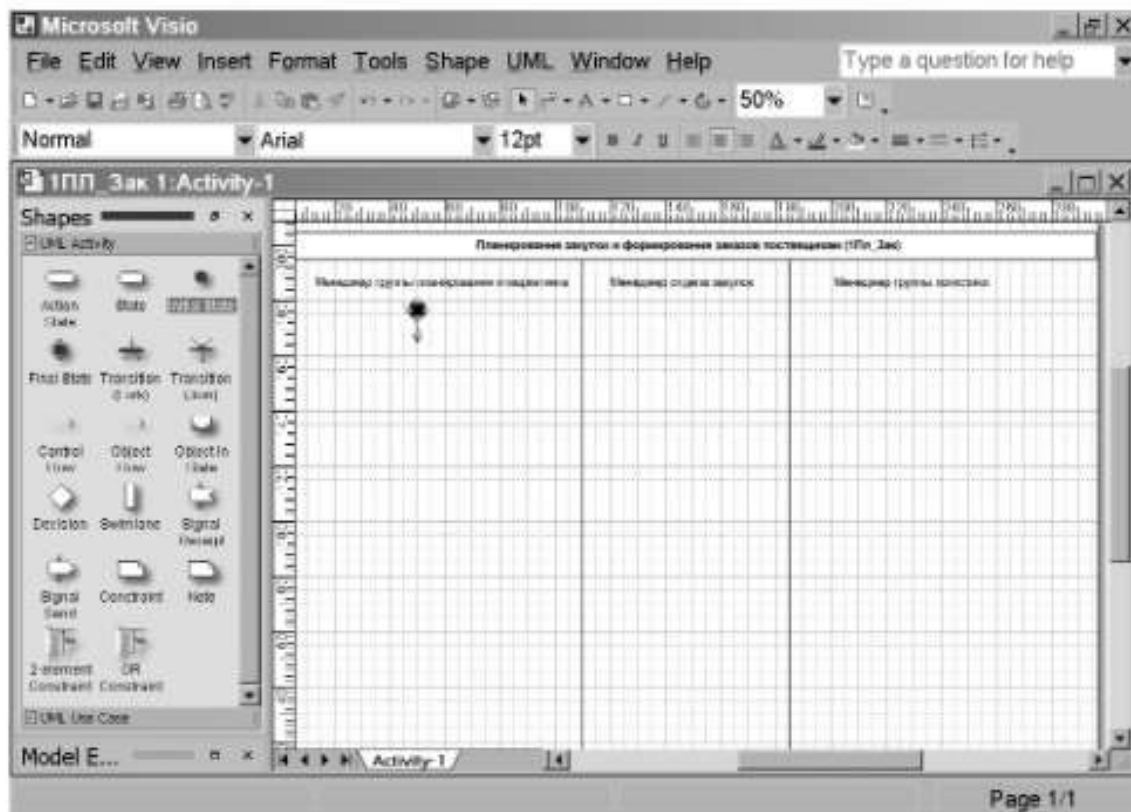

Рис. 5. Подготовительная стадия для изображения диаграммы действий
1. В графе 1 проставьте краткое наименование диаграммы — 1Пл\_Зак. Кроме того, в этой графе укажите номер операции, соответствующий изображению на диаграмме действий (см. рис. 5).